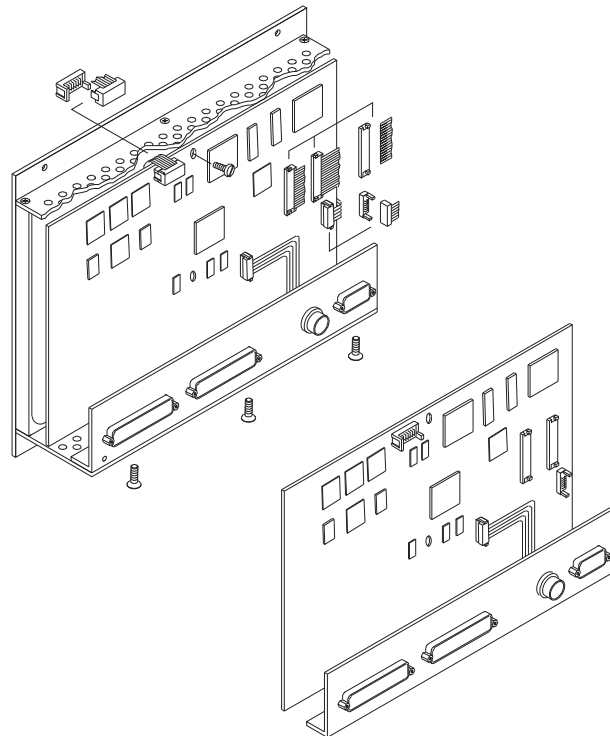

Bild 4-21: Anschlüsse an der Hauptplatine
13. Legen Sie die Hauptplatine mit dem Anschlussfeld vorsichtig und locker in das Gerät und führen Sie die Anschlusskabel des Tastendrucks und der Displays zu den entsprechenden Anschlüssen auf der Hauptplatine (Bild 4-21). Schliessen Sie die Flachbandkabel wieder an.
14. Positionieren Sie die Hauptplatine so, dass sie mit der oberen Schraube fixiert werden kann. Achten Sie darauf die Flachbandkabel nicht zu beschädigen. Setzen Sie die Schrauben auf der Hauptplatine wieder ein. Befestigen Sie das Anschlusspanel von unten mit drei Schrauben. (Bild 4-21)